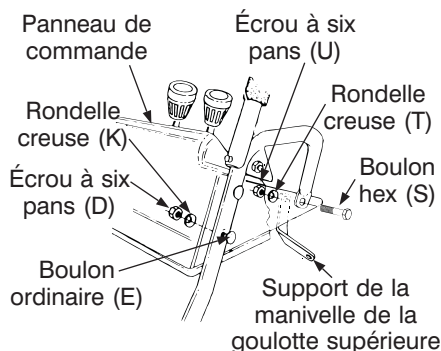

FIGURE 3
- Attachez l'avant du panneau de commande sans le serrer en utilisant un boulon ordinaire (E), des rondelles creuses (K) et des écrous à six pans (D). Voir la Figure 3.
- Sur le **côté gauche** (représenté à la Figure 3), positionnez le support de la manivelle de la goulotte supérieure sur l'intérieur du support du tableau de bord. Faites passer le boulon hex. (S) dans le guidon, support de tableau de bord, support de la manivelle de la goulotte supérieure et maintenez en place avec une rondelle creuse (T) (côté creux contre le support de la manivelle de la goulotte supérieure) et une écrou à six pans (U). Voir la Figure 3.
- Du **côté droit** (non représenté), faites passer le boulon hex. (S) à travers le guidon, le support du tableau de bord et attachez le tout sur le panneau de commande avec une rondelle creuse (T) (côté creux contre le support) et une écrou à six pans (U). Voir la Figure 3.